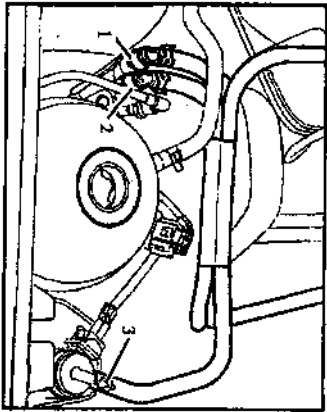

图 1-1 软管的拔下
- (1) 检查车上是否装有编码的收音机,如有,先查取防盗码。
- (2) 关闭点火开关,拆下蓄电池搭铁线。
- (3) 拆下发动机盖罩。
- (4) 拆下空气滤清器。
- (5) 拔下发动机上的真空及通风软管。
- (6) 拔下供油软管 1(有白色标记)及回油软管 2(有蓝色标记),用抹布擦净流出的燃油,拔下电磁阀软管 3,见图 1-1。